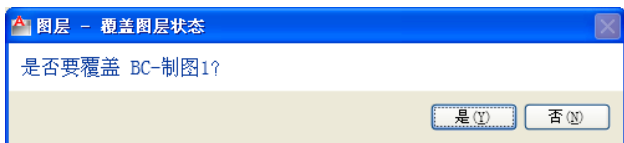

图 6-28 询问信息
(5) 在“图层状态管理器”对话框中单击“保存”按钮，保存选定的命名图层状态。对于已存的图层状态，AutoCAD 将弹出如图 6-28 所示的对话框，询问是否覆盖选定的图层状态，单击“是”按钮，覆盖选定的图层状态。